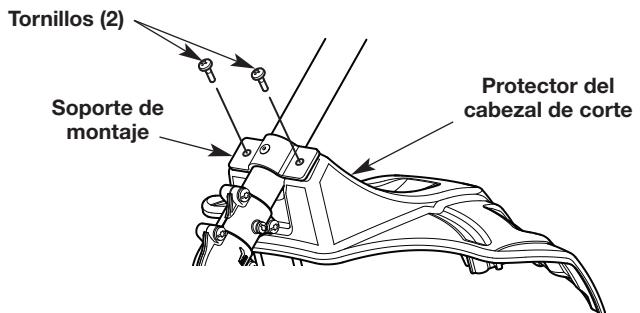

Fig. 1
- Ubique el protector del cabezal de corte sobre el soporte de montaje. Se deben alinear los orificios del protector del cabezal de corte con los orificios del soporte de montaje. (Fig. 1)